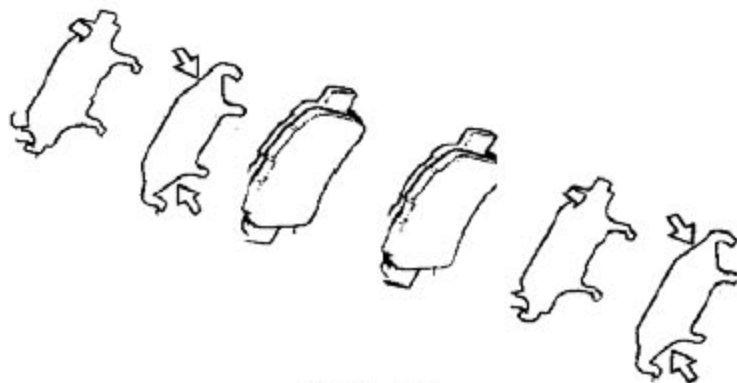

图 3—20
- A). 在每片消音垫片的两侧涂盘式制动润滑脂，如图 3—20 所示。